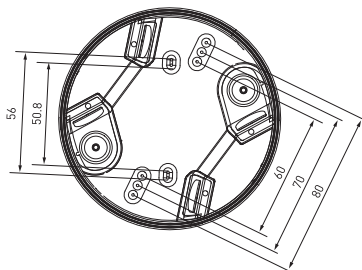
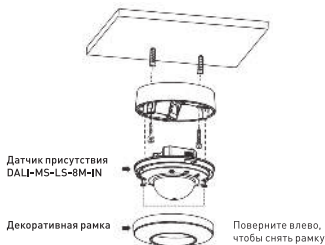

Рис. 2. Выбивные отверстия
Рис. 4. Схема монтажа
- 3.2. На нижней части корпуса имеется 5 пар вывальных отверстий на расстоянии от 50,8 мм до 80 мм для различных вариантов монтажа (см. рис. 2).
3.5. Просверлите соответствующую пару монтажных отверстий (см. рис. 2), чтобы закрепить корпус на поверхности потолка с помощью 2 шурупов по дереву с резиновой шайбой (см. рис. 4).